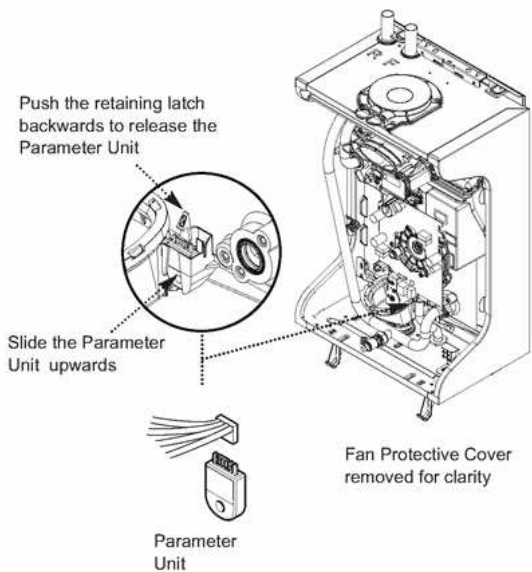

Fig. 53
10.3.9 Parameter Unit (Fig. 53)